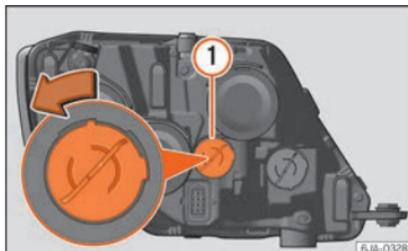

Fig. 95 Sostituzione della lampadina delle luci diurne.
- Girare il portalampada »» **fig. 95** (1) in senso antiorario e toglierlo.